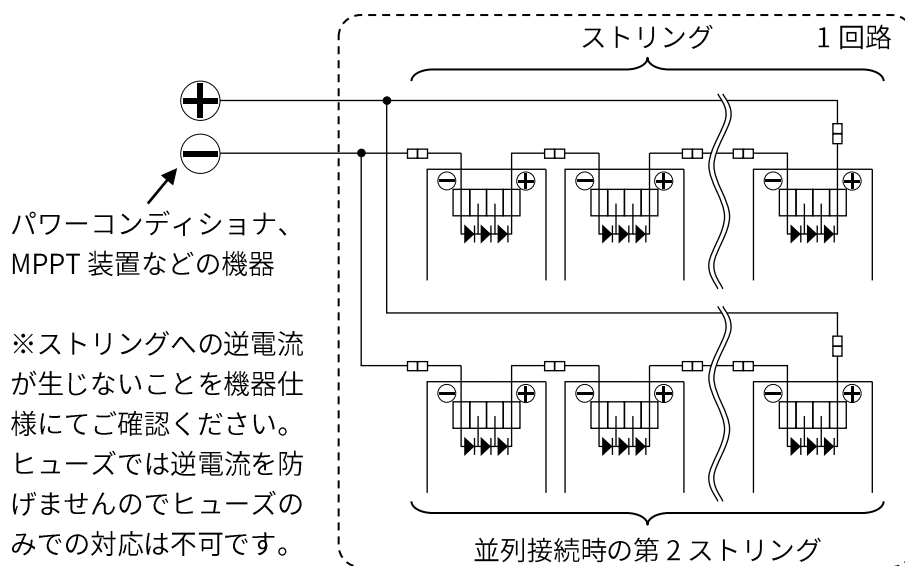

図 11. 2本のストリングを並列接続する場合
### ① 2 本のストリングを並列接続する場合 (図 11) ；